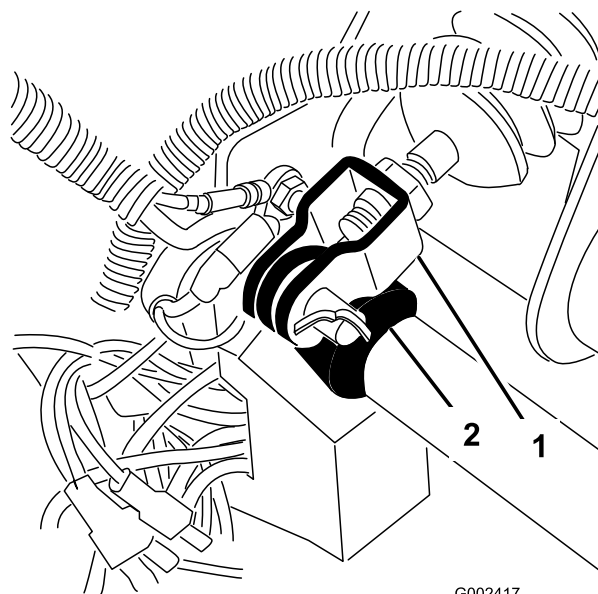

Figura 62
1. Rimuovete la coppiglia e il perno che fissano la forcella del cilindro principale al perno del pedale del freno (Figura 62).